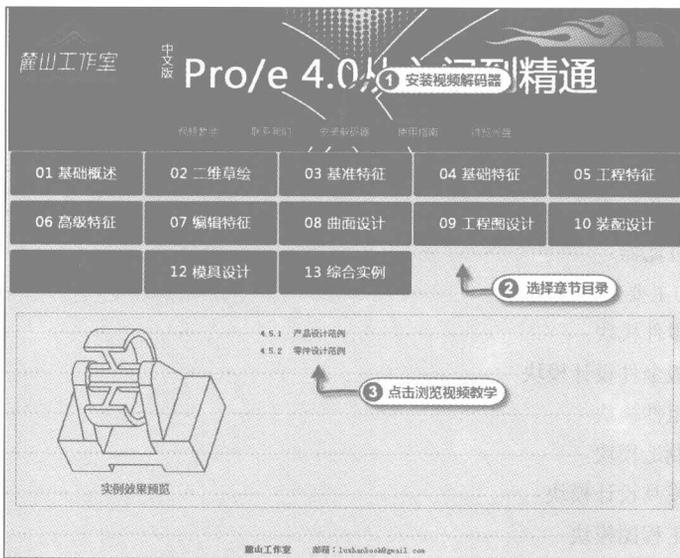

图 1
(1) 光盘带有自动运行程序，通常将光盘放入光驱会自动运行演示程序。用户也可以双击光盘根目录下的“index.html”文件来运行演示程序。单击其中的“安装解码器”按钮安装 TSCC 解码器，如图 1 所示。